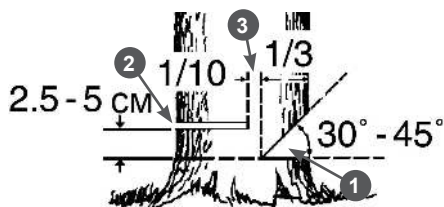

Рис. 10 Расположение запила, пропила и недопила
7. Начните пилить с той стороны дерева, куда оно должно упасть (Рис. 10). Сделайте запил 1 с той стороны, куда должно упасть дерево, глубиной примерно $\frac{1}{3}$ диаметра ствола и под углом от 30 до 45 градусов (Рис. 10). В начале пиления первым должен коснуться дерева зубчатый упор. Затем, используя зубчатый упор в качестве точки вращения, вращением электропилы погружайте шину с движущейся цепью в древесину. При спиливании крупных деревьев перестановку упора делают несколько раз.
8. Сделайте основной валочный пропила 2 с противоположной стороны, выше основания запила на 2,5-5 см. Между основным пропилом и запилом должен оставаться недопил 3 равный примерно $\frac{1}{10}$ диаметра ствола. Вставьте своевременно клин в пропила. Недопил 3 действует как шарнир и позволяет контролировать падение дерева (Рис. 10).
Ни в коем случае не допиливать до конца недопил 3 (Рис. 10), так как при этом невозможно контролировать направление падения дерева.